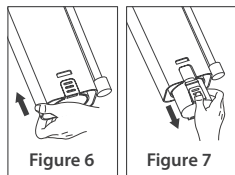
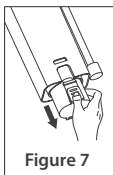

Figure 6
Figure 7
- Um den alten Filter zu entfernen, nehmen Sie die Wasserpumpeneinheit heraus (Abbildung 6) und drücken Sie die Unterseite des Filters nach oben, um den Filter von der Wasserpumpeneinheit zu lösen. Drücken Sie dann auf die Schnallen auf beiden Seiten des Filters, um den Filter aus der Wasserpumpeneinheit herauszunehmen. (Abbildung 7)
- Pour retirer le filtre usagé, sortez l'Unité de pompage d'eau (Figure 6) et poussez le dessous du filtre vers le haut pour détacher le filtre de l'Unité de pompage d'eau. Appuyez ensuite sur les boucles situées de part et d'autre du filtre pour le retirer de l'Unité de pompage d'eau.
(Figure 7)